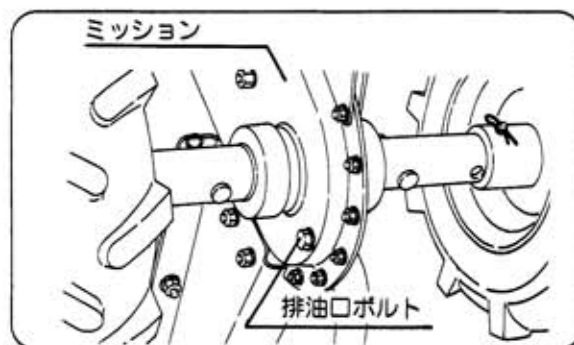

図41
- ①注油栓を外してください。
- ②ミッションケース下部の排油口ボルトを外してオイルを抜いてください。
- ③排油口ボルトを確実に締付けてください。（図41）
- ④注油口より新しいギヤオイルSAE #90を入れてください。（図41）